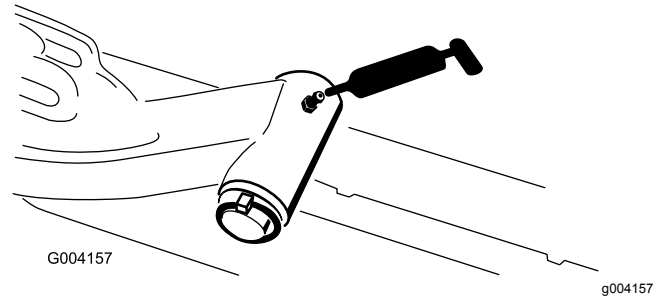

Figura 63
- Albero di articolazione del braccio di sollevamento (1 ciascuno) - Figura 63